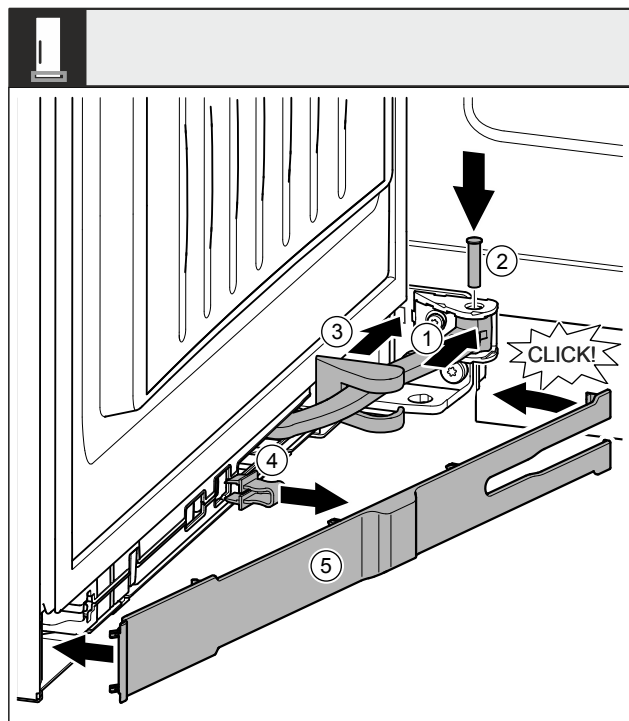

Fig. 53
- ▶ Forgassa a felfüggesztésbe a csuklót Fig. 53 (1).
- ▶ Helyezze a felfüggesztésbe és a csuklóba a csapszeget Fig. 53 (2) egy csavarhúzóval. Közben ügyeljen arra, hogy a reteszelő bütyök megfelelően illeszkedjen a horonyba.
- ▶ Tolja el a csapágybak fedelét Fig. 53 (3) a csukló mentén, és szerelje a felfüggesztés fölé.
- ▶ Vegye le a biztosítékot Fig. 53 (4).
- ▶ Helyezze fel a takarólemezt Fig. 53 (5), a fogantyú felőli oldalon és fordítsa be.